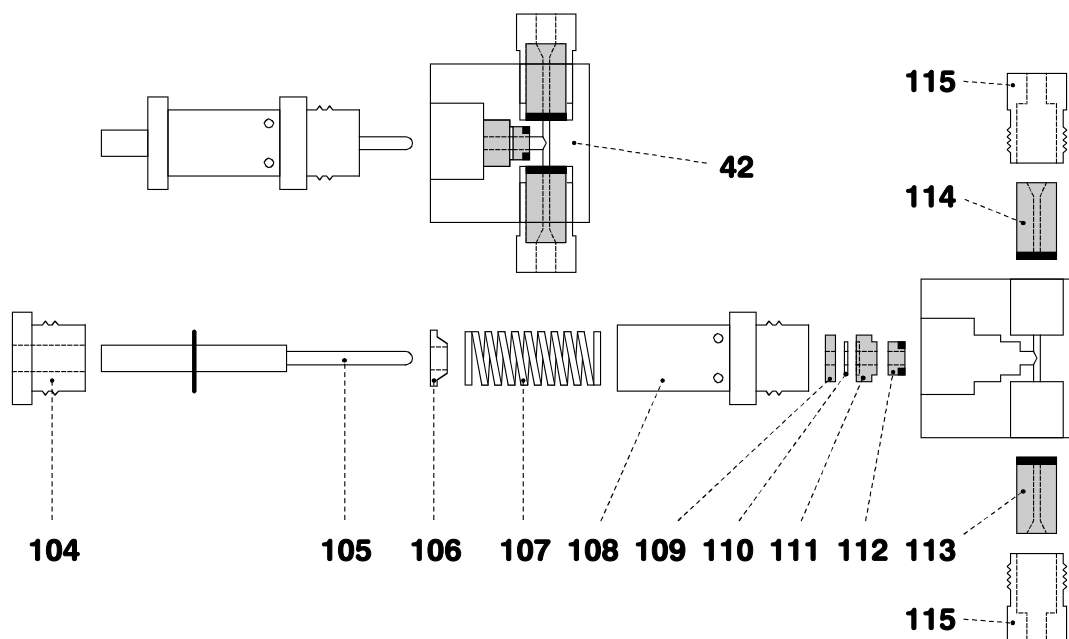

Fig. 19: Composants de la tête de pompe
- Désassembler les différents composants de la tête de pompe **42** selon *fig. 19*. Le piston principal et auxiliaire sont identiques; seuls les deux points suivants les différencient:
- Lors du remontage de la soupape d'admission **113** ou de la soupape de refoulement **114**, il est primordial ne pas les intervertir; elles sont extérieurement totalement identiques. Pour les replacer correctement, il faut tenir compte du fait que le liquide circule de bas en haut dans la tête de pompe. Le sens de passage du liquide peut être contrôlé en soufflant dans la soupape propre. Monter les deux joints d'étanchéité avec leur face noire dirigée vers la tête de pompe (cf. *fig. 19*).
- R assembler les composants de la tête de pompe **42** selon la *fig. 19*. Serrer la vis **104** à la main. Serrer ensuite la cartouche de piston **108** à la main jusqu'à la butée, puis de 15° supplémentaire avec une clé plate. Serrer à fond les deux logements vissés de soupape **115** avec une clé plate.